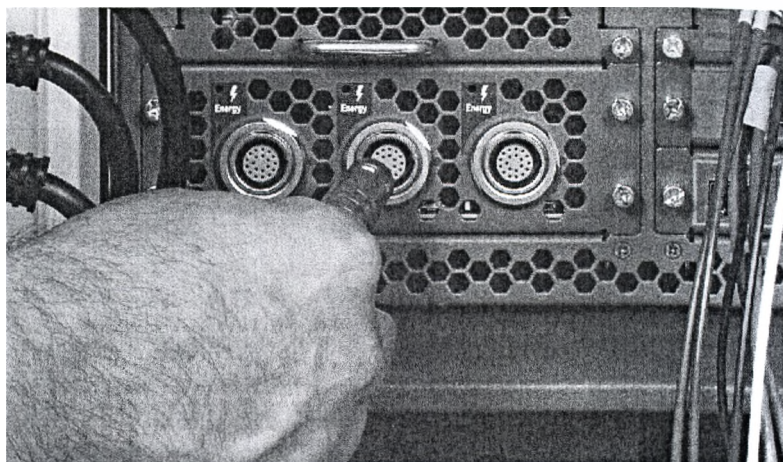

Рисунок 4.8 Энергетические гнезда (задняя сторона видеостойки)
2. Подключите конец кабеля для системы к любому из трех энергетических гнезд на задней стороне видеостойки (Рисунок 4.8). Совместите красную точку на разъеме кабеля с красной точкой на правой стороне гнезда. Если кабель встал на место правильно, вы должны услышать отчетливый щелчок. Осторожно потяните за разъем кабеля, чтобы убедиться, что кабель полностью установлен на место. После включения ЭХБ и системы загорится соответствующий светодиодный индикатор.